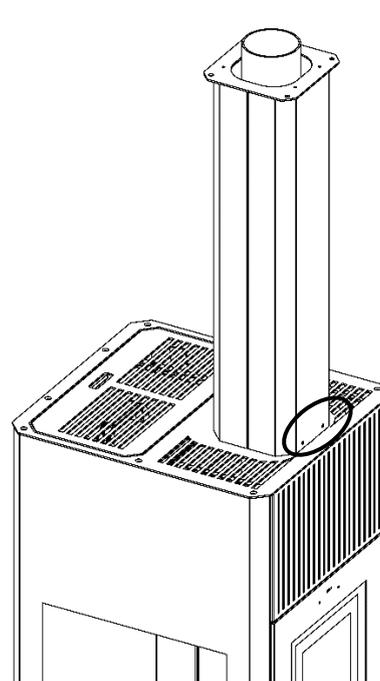

Fig. 03
4. Fissare il copritubo utilizzando le 4 viti flangiate in dotazione (Fig.03)